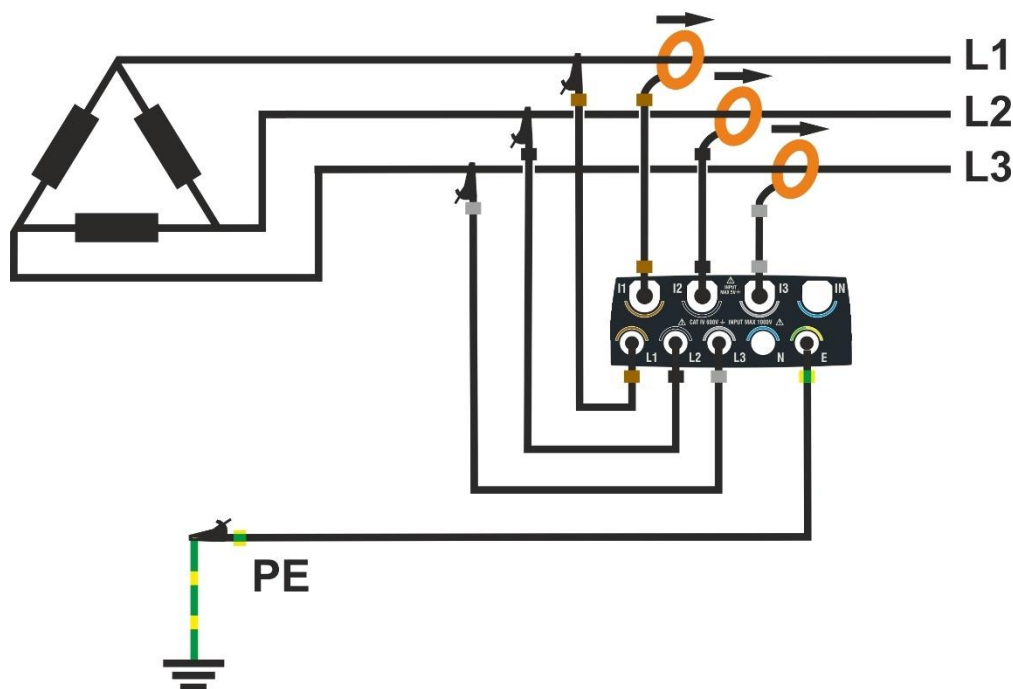

Fig. 66: Conexión del instrumento en un sistema Trifásico 3 hilos
2. Conecte los cables de tensión en los conductores de L1, L2, L3 y PE como se muestra en Fig. 66. Verifique **en el visualizador la indicación “1-2-3” relativa al correcto sentido cíclico de las fases** (ver el § 5.1.1)